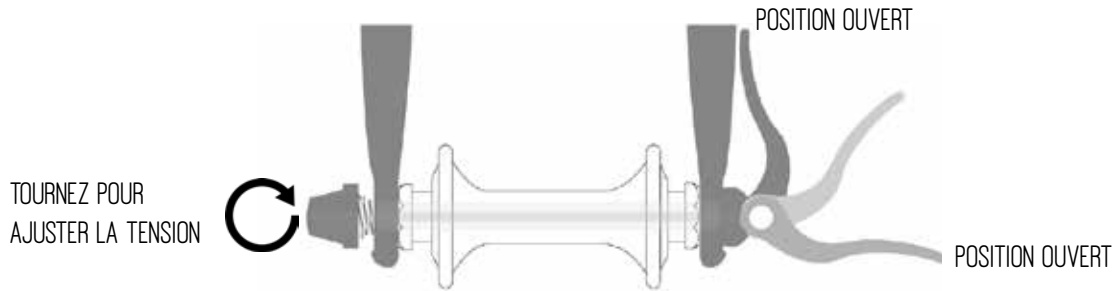

Figure 10
C'est la puissance de la came de l'attache rapide qui maintient le moyeu de la roue en place. Elle pousse un côté de la roue contre la patte de fourche et tire l'autre au moyen de la broche. La puissance de serrage dépend de la tension de l'écrou de serrage. Pour augmenter la tension de serrage, vous devez tourner l'écrou dans le sens des aiguilles d'une montre en empêchant le levier de tourner. Pour réduire la force, il suffit de tourner l'écrou dans le sens inverse. Moins d'un demi-tour peut faire la différence entre un serrage adéquat et un serrage insuffisant (réf. Figure 10).
- Pivotez le levier d'attache rapide pour le mettre en position ouverte (réf. Figure 10);
- Pivotez le levier d'attache rapide en position ouverte (réf. Figure 10);
- Pivotez le levier d'attache rapide en position ouverte (réf. Figure 10). Le levier doit se trouver du côté opposé au dérailleur;